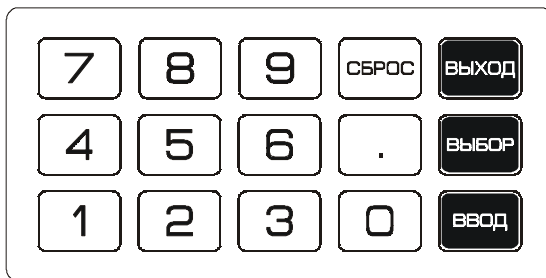

Рис. 2. Вид клавиатуры.
3.1.2. Клавиатура (рис.2) расположена справа на лицевой панели прибора и предназначена для ввода информации. Клавиатура содержит цифровые клавиши, клавишу "." (далее ТОЧКА), служебные клавиши СБРОС, ВЫХОД, ВЫБОР и ВВОД.